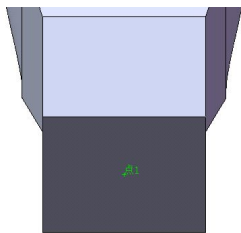

图 5-41 生成点 1
(1) 选择【插入】|【参考几何体】|【点】菜单命令，系统打开【点】属性管理器。在【选择】选项组中，单击【面中心】按钮，单击【参考实体】选择框，在图形区域选择模型拉伸特征的底面，单击【确定】按钮，生成点 1，如图 5-41 所示。